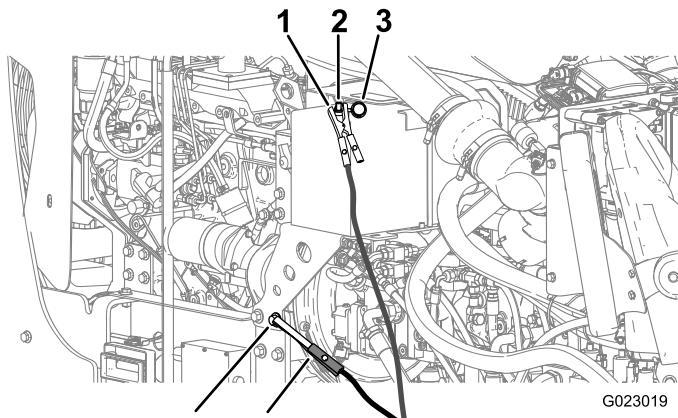

Рисунок 132
- Снимите крышку со штыря запуска от внешнего источника (Рисунок 132).
7. Подсоедините положительный (+) соединительный кабель к положительному штырю внешнего источника (Рисунок 132).
8. Подсоедините отрицательный (-) соединительный кабель к точке заземления, такой как неокрашенный болт или деталь шасси (Рисунок 132).
10. Когда двигатель запустится, другой человек должен отсоединить отрицательный (-) соединительный кабель от рамы и затем положительный (+) соединительный кабель (Рисунок 132).